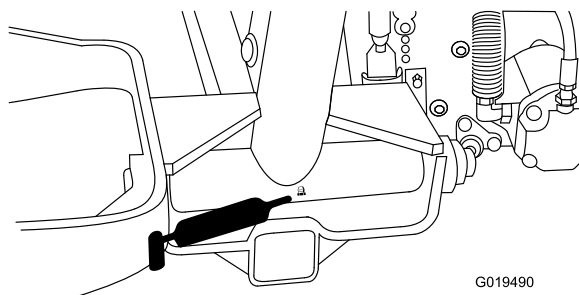

Figure 46
- Pivots de bras de levage (3) (Figure 46).